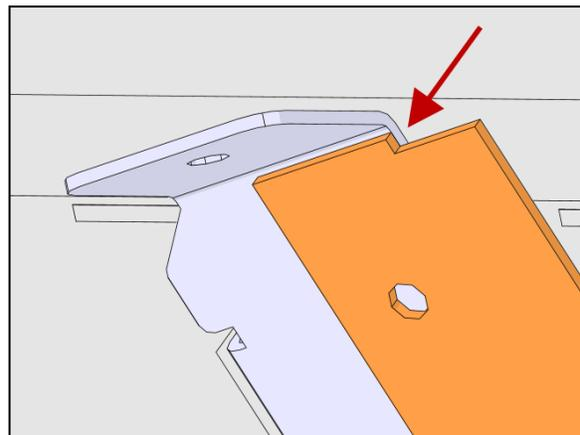

FIGURE 39
65. Positionner le support spécial comme illustré dans Figure 39.